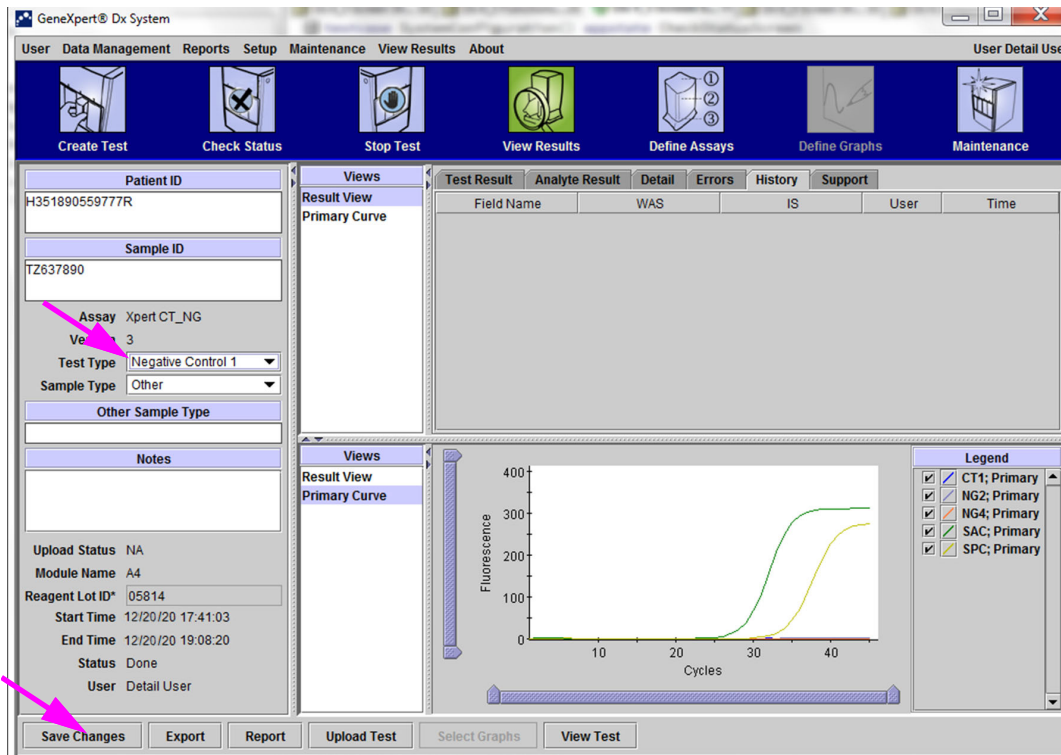
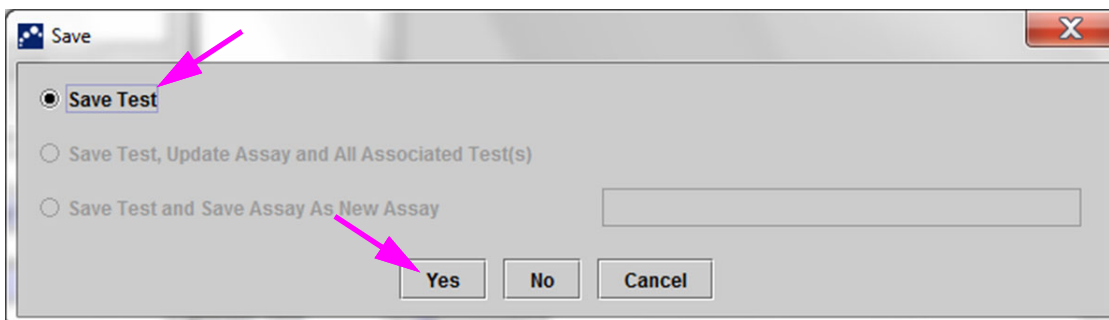

Figura 5-50. Fereastra Vizualizare rezultate GeneXpert Dx - Tip de test modificat
Figura 5-51. Caseta de dialog Salvare test
3. Schimbați Tip de test (Test Type) în Control negativ (Negative Control), așa cum se arată în Figura 5-50.
4. Faceți clic pe butonul **Salvare modificări (Save Changes)** din partea de jos a ferestrei Vizualizare rezultate (View Results) (consultați Figura 5-50). Apare caseta de dialog Salvare test (Save Test). Consultați Figura 5-51.